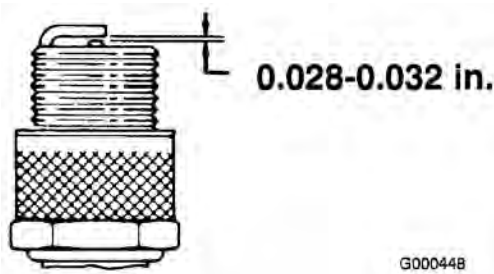

図 24
3. エア・ギャップを0.7～0.8 mmに調整する（図 24）。点火プラグをエンジンに取りつけて、2.35 kg.mにトルク締めする。